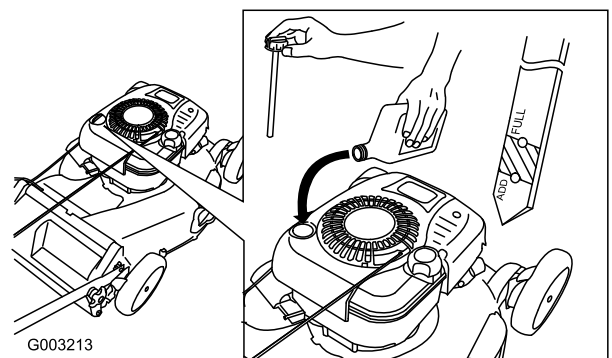

Bild 37
4. Füllen Sie das Öl **langsam** in den Einfüllstutzen ein, um den Ölstand auf die Marke **Voll** am Peilstab anzuheben. Bild 37 **Füllen Sie nicht zu viel ein.** Max. Füllstand: 0,77 l des Typs: Waschaktives SAE 30W-Öl mit der Klassifizierung SF, SG, SH, SJ, SL oder höher durch das American Petroleum Institute (API.).